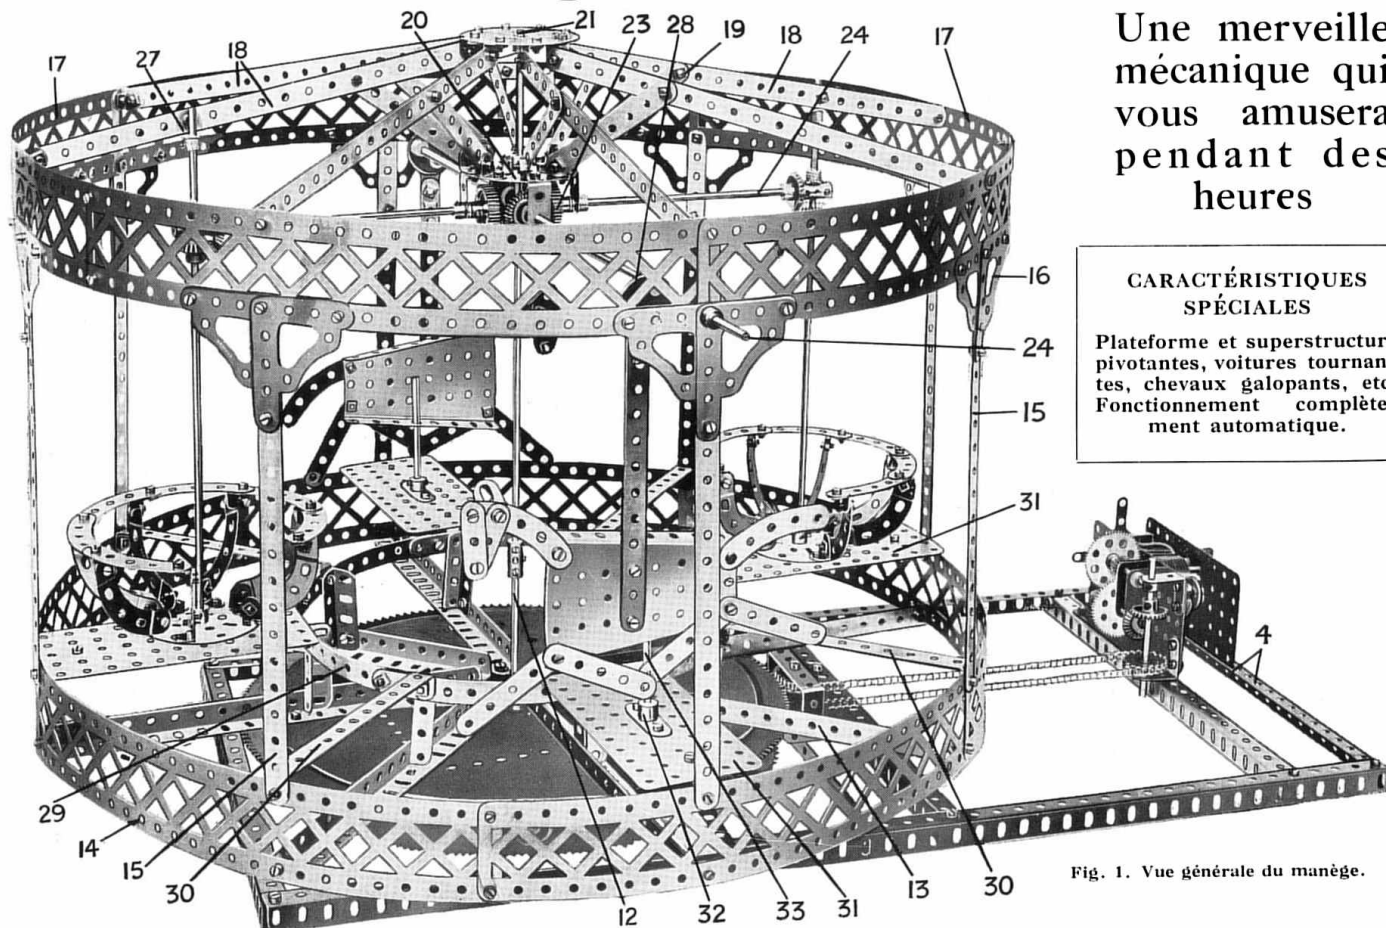

Fig. 1. Vue générale du manège.
chemin de roulement supérieur de tourner librement autour de la tringle 12. La partie pivotante du modèle est établie sur une base formée par huit cornières de 19 trous (13) boulonnées au chemin de roulement avec denture (9) du roulement à rouleaux, et ayant ses extrémités extérieures fixées par l'intermédiaire d'équerres, à un cercle formé par cinq longrines de 32 cm. et une longrine de 14 cms. (Fig. 1). Toutes ces longrines sont boulonnées bout à bout, sauf la longrine de 14 cm., dont une extrémité chevauche de trois trous la poutrelle de 32 cm., et ces longrines sont réunies par des bandes de 19 trous (15) et Architraves (16) à un cercle
semblable, formé par des longrines (17) réunies à leur tour par des bandes de 19 trous (18) et les bandes de 7 trous (19) sont réunies aux équerres boulonnées à deux plateaux centraux (20) (voir Fig. 1, 4).
Une plaque de 14 x 6 cm. est boulonnée aux poutrelles (14) et aux bandes (29) par l'intermédiaire d'équerres, et porte une manivelle avec vis d'arrêt (32) dans la bosse de laquelle est fixée une tringle de 7 cm. (33) — agissant comme guide vertical pour le cheval passe au travers du rebord secteur formant le corps du cheval. Ce dispositif est identique pour les deux chevaux, sur la Fig. 1.